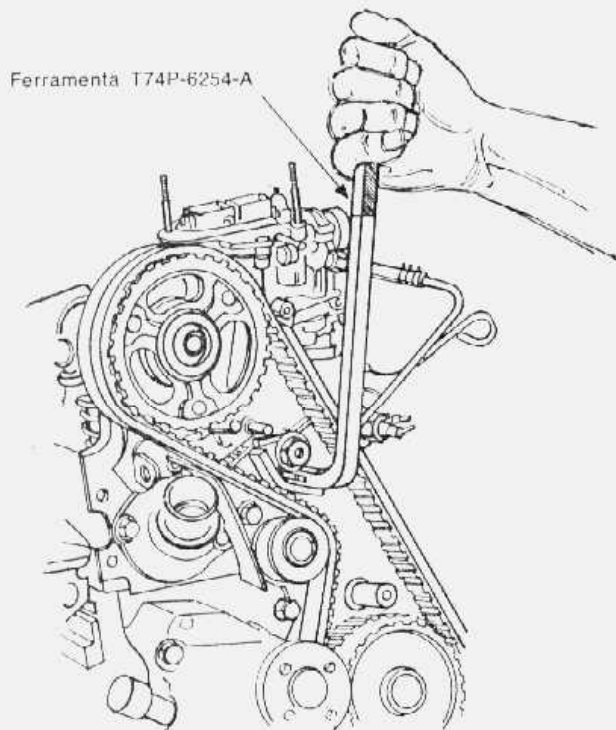

fig. 9 — ajuste da tensão da correia
2. Afrouxar o parafuso de ajuste do tensor da correia e o parafuso pivô da mola do tensor (fig. 26). Colocar a ferramenta de ajuste do tensor da correia, em posição no pino da mola e aliviar a pressão do mesmo sobre a correia (fig. 9). Aper-